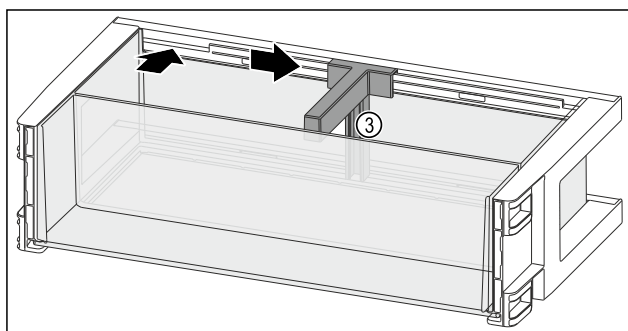

Fig. 145
- ▶ Установите держатель для бутылок Fig. 145 (3) в выемку.
- ▶ Сместите держатель для бутылок Fig. 145 (3) в нужное положение в сторону.